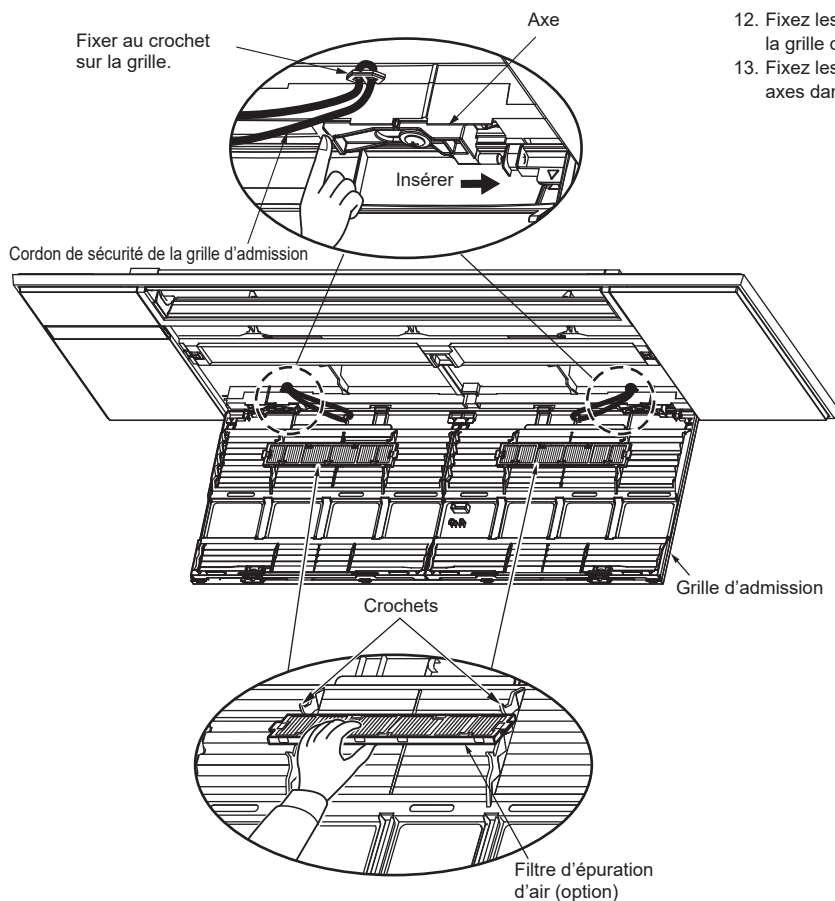

Fig. 8-11
12. Fixez les filtres d'épuration d'air (option) aux crochets qui leur sont destinés sur la grille d'admission. (Fig. 8-11)